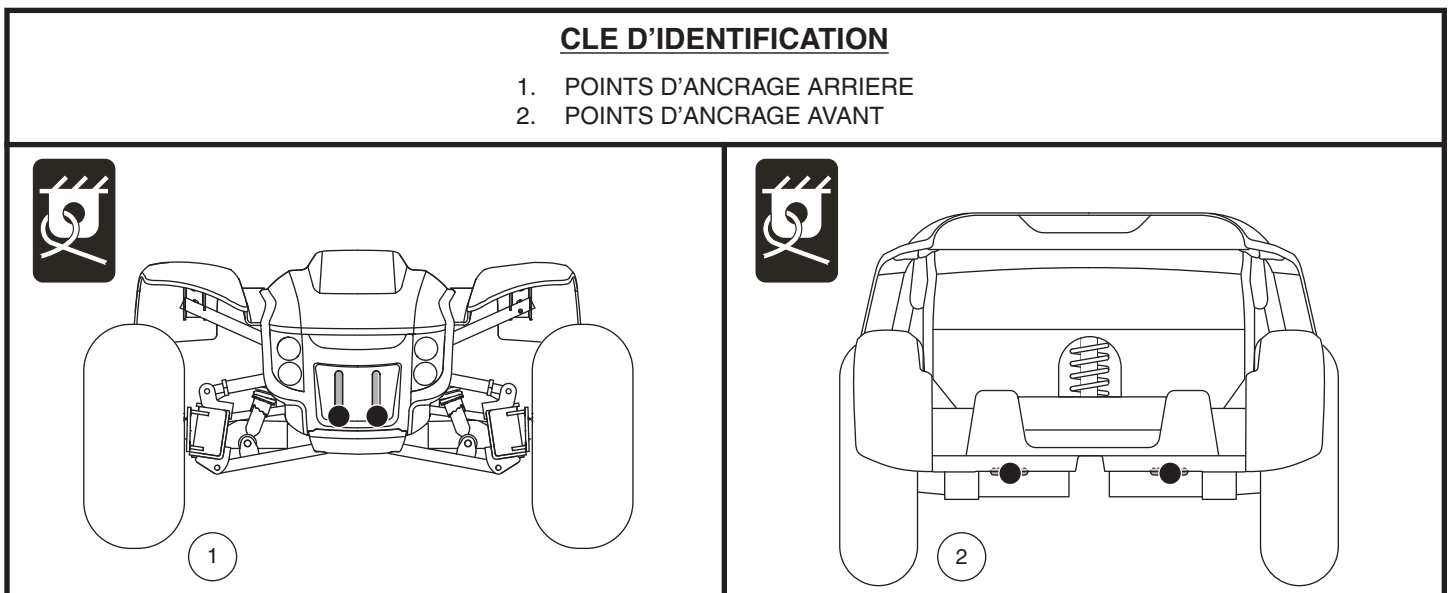

Figure 9. Points d'ancrage (identifié avec des points noirs)
Le véhicule doit toujours être ancrés face à l'avant du véhicule. Fixez les quatre (4) courroies aux points d'ancrage désignés sur le véhicule. Voir la figure 9. Serrez-bien les courroies pour retirer le jeu excessif. N'attachez jamais le véhicule par ses composantes réglables ou mobiles tels que les accoudoirs, capots ou roues. Ces articles devraient être enlevés. Positionnez les points d'ancrage arrière des courroies directement derrière le véhicule. Les points d'ancrage avant sont disposés plus loin de chaque côté du véhicule afin d'augmenter la stabilité latérale.